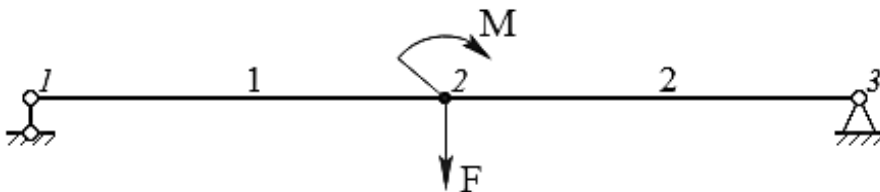

Рис. 5.8 – Схема балки к заданию 8
8. Изобразите направления реакций связей и составьте уравнения равновесия для определения этих реакций в общем виде (рис. 5.8). Длины участков балки равны:  $l_{12}$ , м,  $l_{23}$ , м.